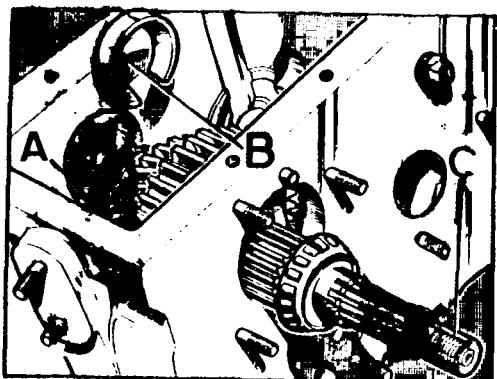

Fig. C-35 Anillo cortado para la pista exterior
- 1.4. Instalar el tapón protector (243241) sobre el extremo roscado del eje de salida y empujar éste hacia adelante todo lo que sea posible, deslizándolo luego hacia atrás y se introducirá un anillo cortado, B, (Fig. C-35), entre los rodillos del cojinetе delanterо, A, y la pista exterior.